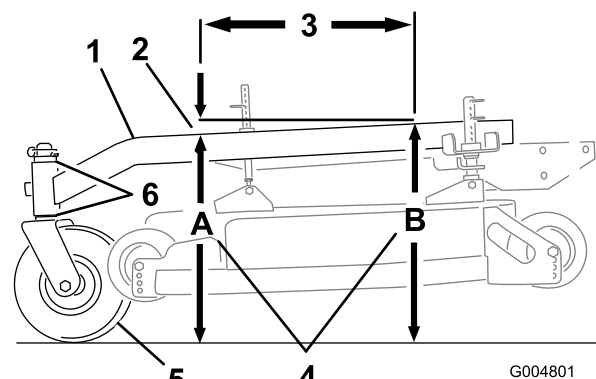

Figura 74
El bastidor de tiro debe tener una inclinación longitudinal de entre 3 mm (1/8 pulg.) y 9 mm (3/8 pulg.) a lo largo de 61 cm (24 pulg.) (Figura 74).
1. Mida 61 cm (24 pulg.) en el bastidor de tiro (Figura 74).
2. Mida la altura del bastidor de tiro en la posición **A** (Figura 74).
3. Mida la altura del bastidor de tiro en la posición **B** (Figura 74).
4. La altura en la posición **A** debe ser de 3-10 mm (1/8-3/8 pulg.) menor que la de la posición **B** (Figura 74).
5. Si la inclinación del bastidor de tiro no es la correcta, mueva los espaciadores de las ruedas giratorias para obtener una inclinación de 3-10 mm (1/8-3/8 pulg.) (Figura 74). Mueva espaciadores desde arriba o desde abajo para obtener la inclinación correcta.